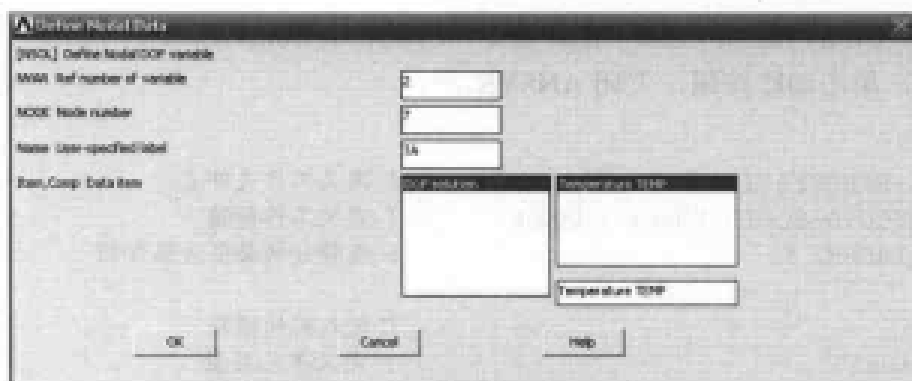

图 12-27 定义节点信息对话框
(33) 单击 Add Time-History Variable 对话框上的 OK 按钮,出现 Define Nodal Data 菜单,在文本框中输入 NODE2,单击 OK 按钮,出现 Define Nodal Data 对话框,参照图 12-27 对其进行设置,单击 OK 按钮关闭该对话框。